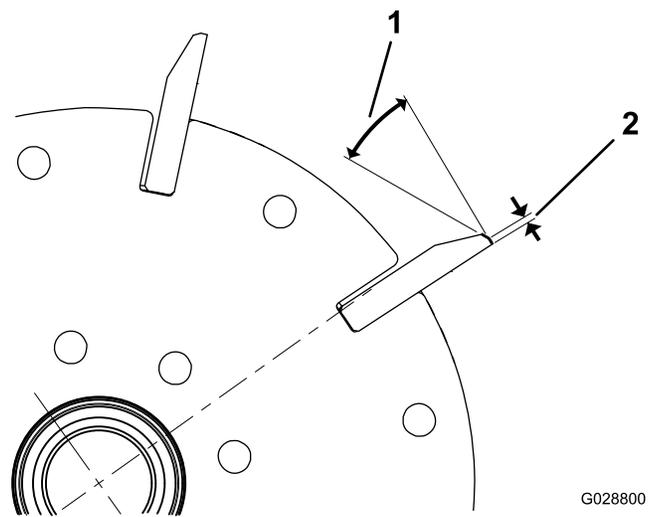
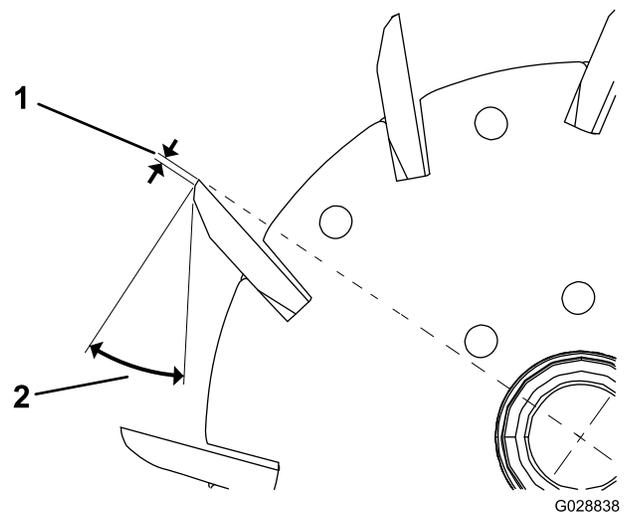

Bild 22
Bild 23
1. Tragen Sie einen Nachschliff von 30 Grad auf alle Messerspindeln auf, bis die Kante 1,3 mm breit ist (Bild 22 und Bild 23).